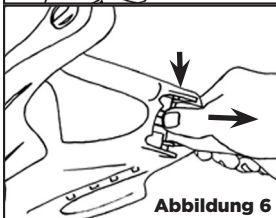

Abbildung 6
- 7 Drücken Sie den grauen Befestigungsclip nach unten gegen den Mundschutz während Sie gleichzeitig den Clip nach hinten ziehen. Dies sorgt dafür, dass der Clip das Maskenglas sicher am richtigen Platz befestigt. [Siehe Abbildung 6]